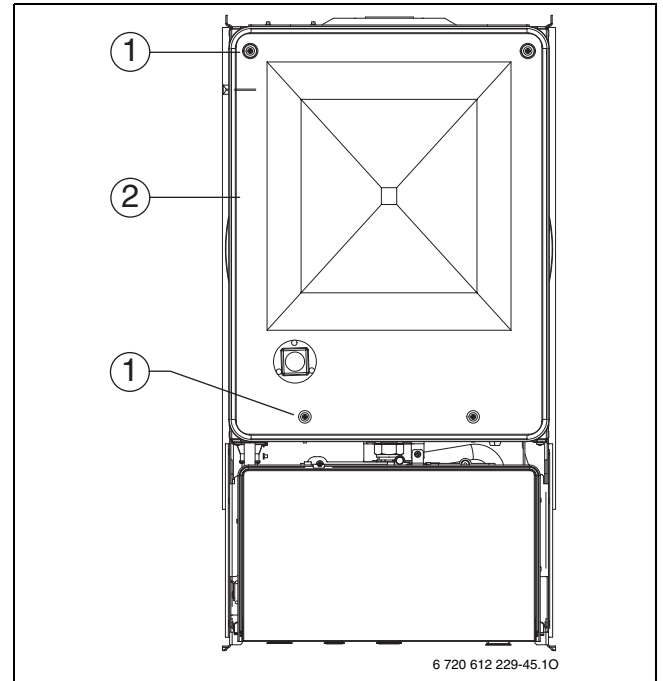

Рис. 73 Відкриття камери згоряння
- Відгвинтити 4 шурупа (1) та зняти кришку камери згоряння (→ рис. 73).